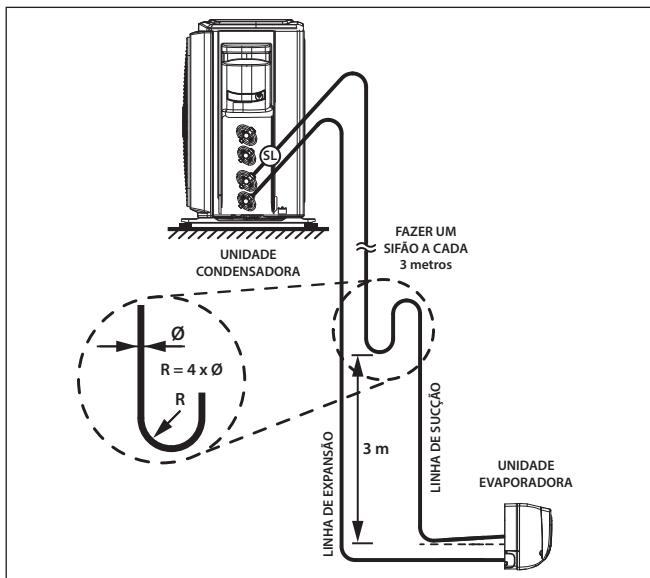

FIG. 49 - LINHAS DE INTERLIGAÇÃO
- Quando a unidade condensadora estiver em um nível superior ao da unidade evaporadora, fazer sifões nas subidas da linha de sucção a **cada 3,0 metros**; considerando desde a saída da evaporadora (Fig. 49).
- No caso de haver desnível entre 4 e 5 metros entre as unidades e estando a evaporadora em nível inferior, deve ser instalado na tubulação de sucção um sifão (ver Fig. 49).
- Inclinær as linhas horizontais de sucção no sentido do fluxo. (ver Fig. 49).